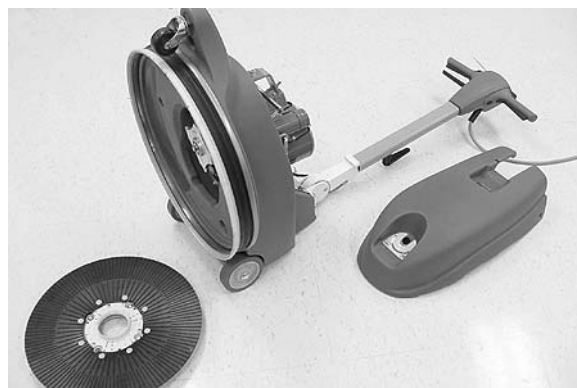

BILD. 13
1. Ta bort rondelldriften och motorluckan från maskinen (bild 13).